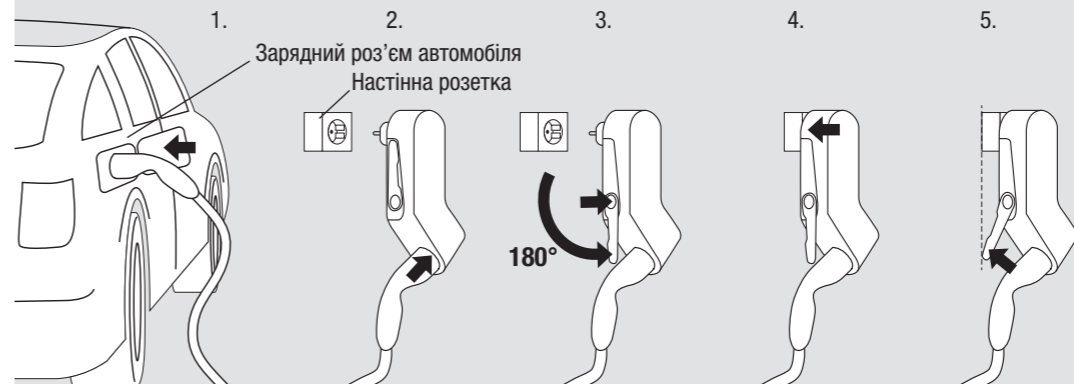

Рис. 2: Послідовність заряджання
- Використовуйте мобільну док-станцію (Mobility Dock) на настінній розетці лише у підвішеному вертикальному положенні та з опорою, щоб уникнути навантаження на саму розетку (див. малюнок Рис. 2). Значні навантаження можуть пошкодити мобільну док-станцію (Mobility Dock) та/або розетку.
- Не підключайте мобільну док-станцію до розетки, якщо зарядний штекер не буде зафіксованим у розетці типу 2 (C). В іншому випадку можна пошкодити розетку.
Мобільна док-станція (Mobility Dock) – це екстрений портативний зарядний пристрій, що працює у Режимі 2 і слугує для періодичного використання. Постійне використання можливе тільки в безпечному, нерухомому та вертикальному положенні. Експлуатація дозволяється лише з настінними розетками, що відповідають механічним та електричним вимогам (див. рис. 2, крок 5)!